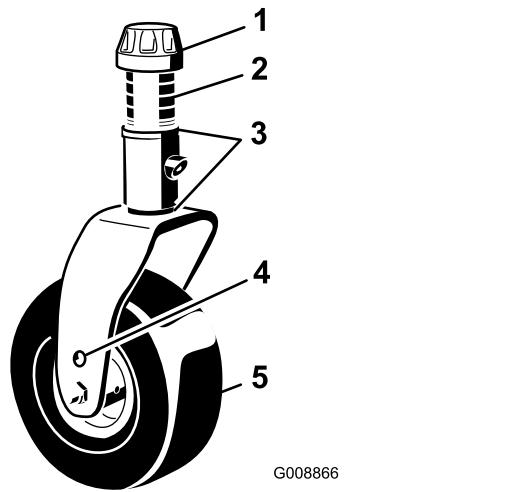

Figure 5
2. Placez les essieux des roues pivotantes dans les mêmes trous sur les deux fourches. Pour choisir les trous correspondants au réglage, reportez-vous à la Figure 5.
- Enlevez le chapeau de tension de l'axe de pivot (Figure 5) et sortez l'axe du bras pivotant. Replacez les 2 cales (3 mm) sur l'axe de pivot dans leur position d'origine. Ces cales sont nécessaires pour que les unités de coupe soient parfaitement de niveau sur toute la largeur. Placez le nombre requis d'entretoises de 13 mm sur l'axe de pivot pour obtenir la hauteur de coupe voulue, puis ajoutez la rondelle.